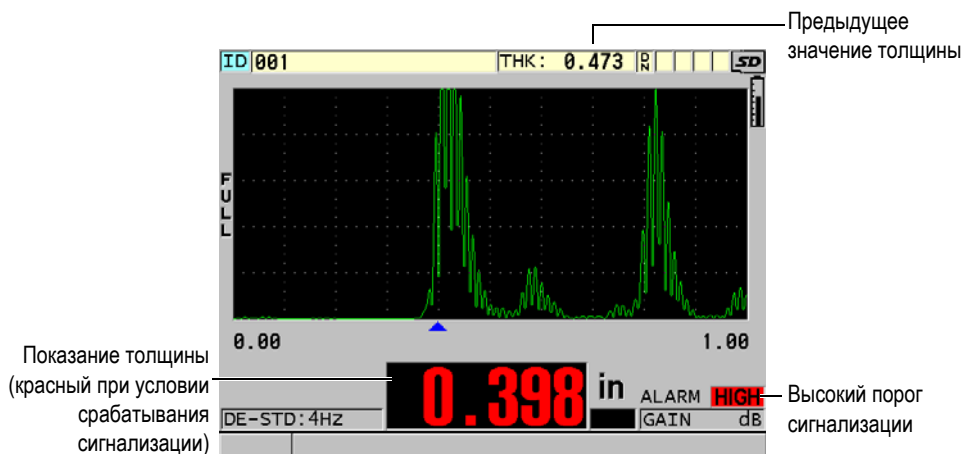

Рис. 8-4 Высокий порог сигнализации (HIGH)
- Высокий (**HIGH**) или низкий (**LOW**) индикатор сигнализации загорается на красном фоне в нижнем правом углу экрана измерений (см. Рис. 8-4 на стр. 121).